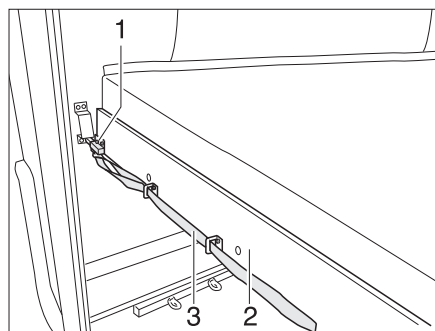

Fig. 130 Lit superposé (arrière)
- Tirer sur la boucle (Fig. 130,3) et désenclencher le verrou (Fig. 130,1).
- Tirer le sommier à lattes (Fig. 130,2) avec le matelas vers l'avant jusqu'à ce qu'il s'enclenche.